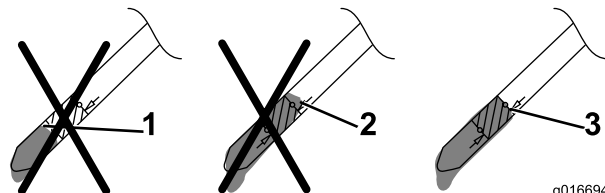

Рисунок 15
- Определите уровень масла по отметкам на щупе (Рисунок 15).
- Если уровень масла слишком низкий, **медленно** залейте небольшое количество масла в маслозаливную горловину, подождите 3 минуты и повторите действия, указанные в пунктах 3 – 5, чтобы масло достигло требуемого уровня, как показано на Рисунок 15.
Отрегулируйте высоту скашивания на требуемое значение; см. рис. 14 и рис. 15.